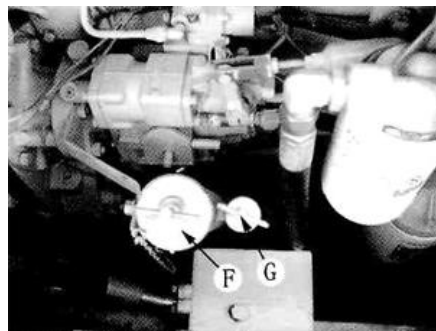

Рис. 6-4
6. Проверить уровень машинного масла в поддоне. Когда двигатель остановится, проверить уровень масла при помощи измерительного стержня G. (см. Рис. 6-4)